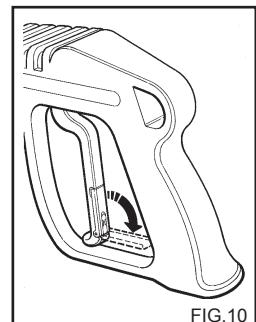

FIG. 10
**⚠** Wanneer de hogedruk-waterspuit niet wordt gebruikt, de beveiling van de handgreep sluiten. (fig.10).